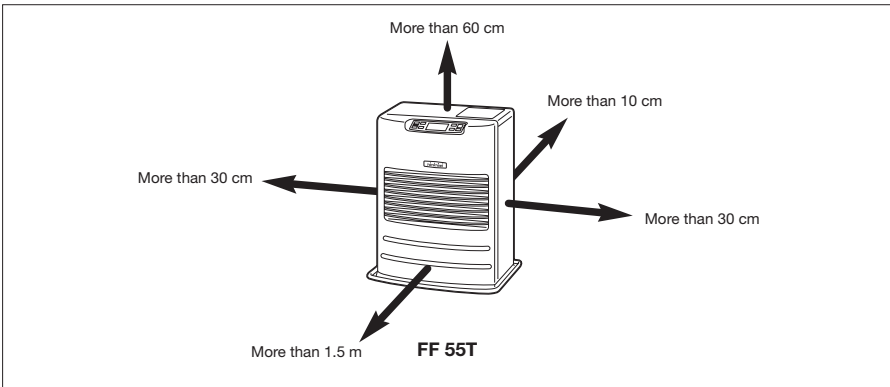

Abb. 1
1. Betriebsort des Heizgeräts auswählen. Die Mindestabstände müssen den unten aufgeführten Angaben entsprechen, zwischen dem Heizgerät und dem nächsten brennbaren Material (siehe Abb. 1.) Zwecks Reinigung muss der Zugang zu hinteren Ventilatorabdeckung, dem integrierten Brennstoffsieb und dem Reset-Schalter gewährleistet sein.